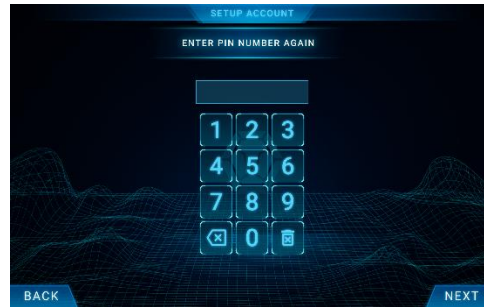

Fig. 10
10. Voer uw pincode opnieuw in (Fig. 10).